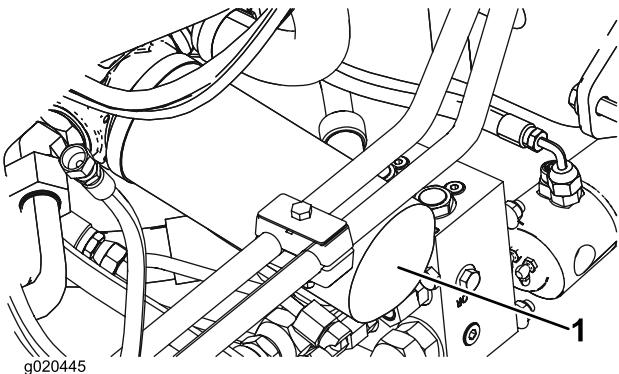

図 69
2. フィルタ容器の周辺をウェスできれいにぬぐう。フィルタの下に廃油受けを置いてフィルタを外す図69。